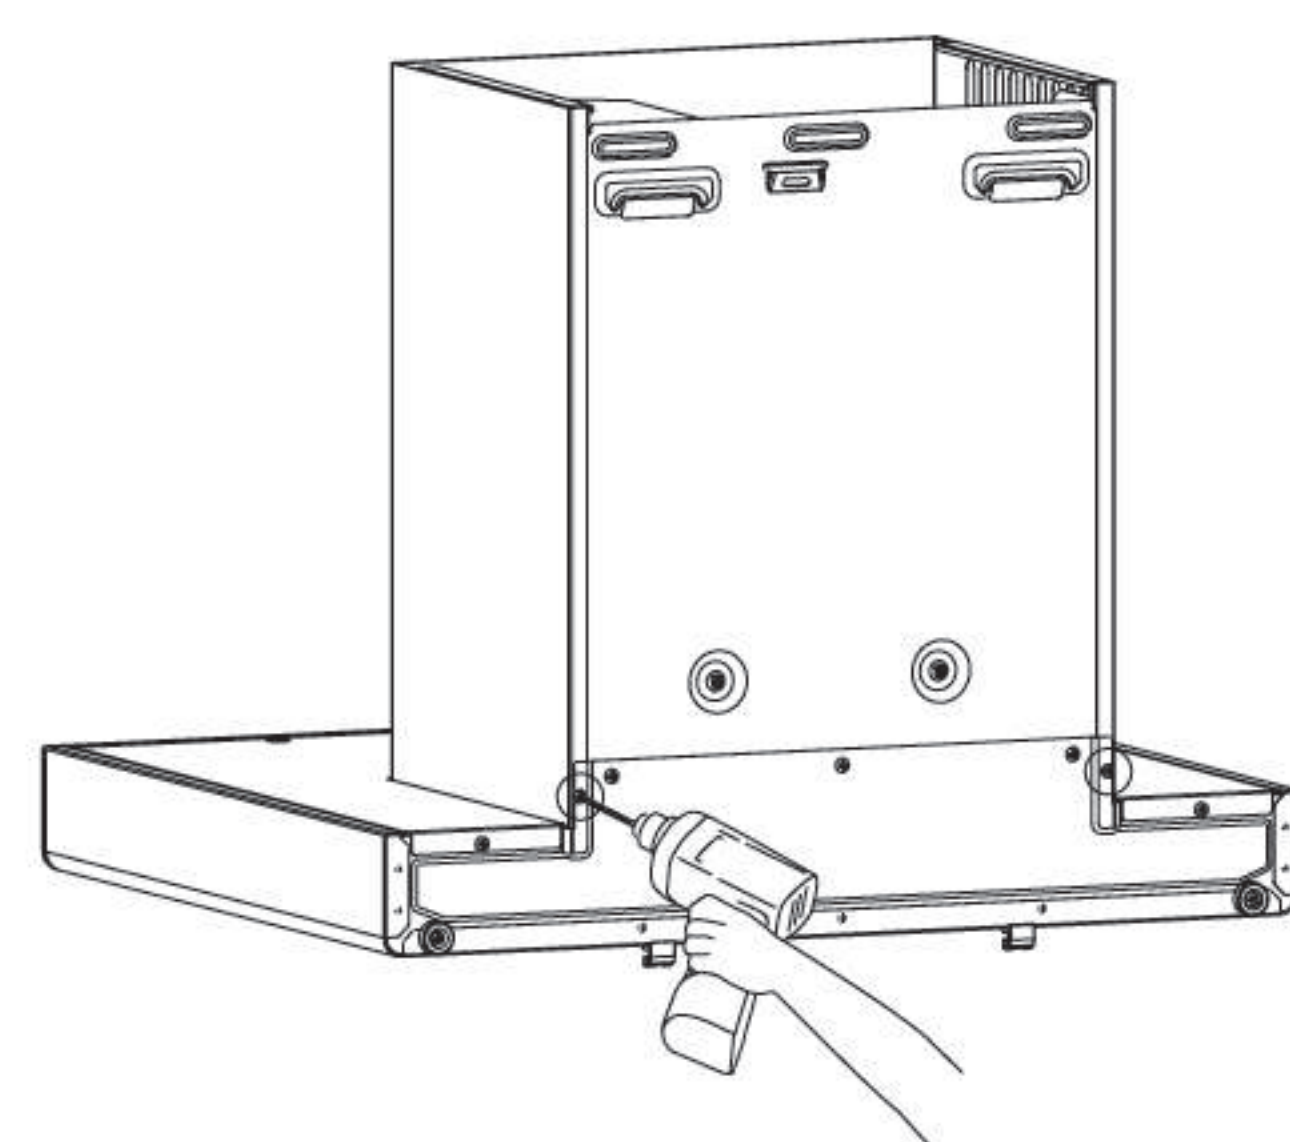

Fig.6
2.Retirez le capot extérieur, le couvercle décoratif: avec un tournevis, retirez les 2 vis à l'arrière qui maintiennent le capot extérieur (voir fig. 6), puis retirez le capot et le couvercle avec les deux mains en les saisissant l(voir Fig. 7);